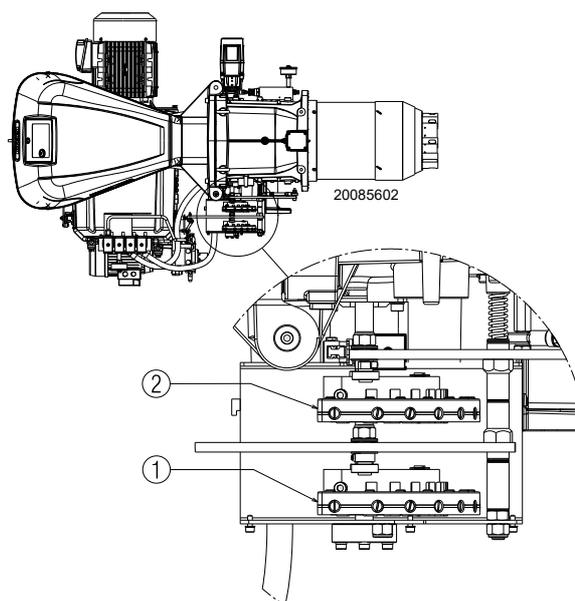
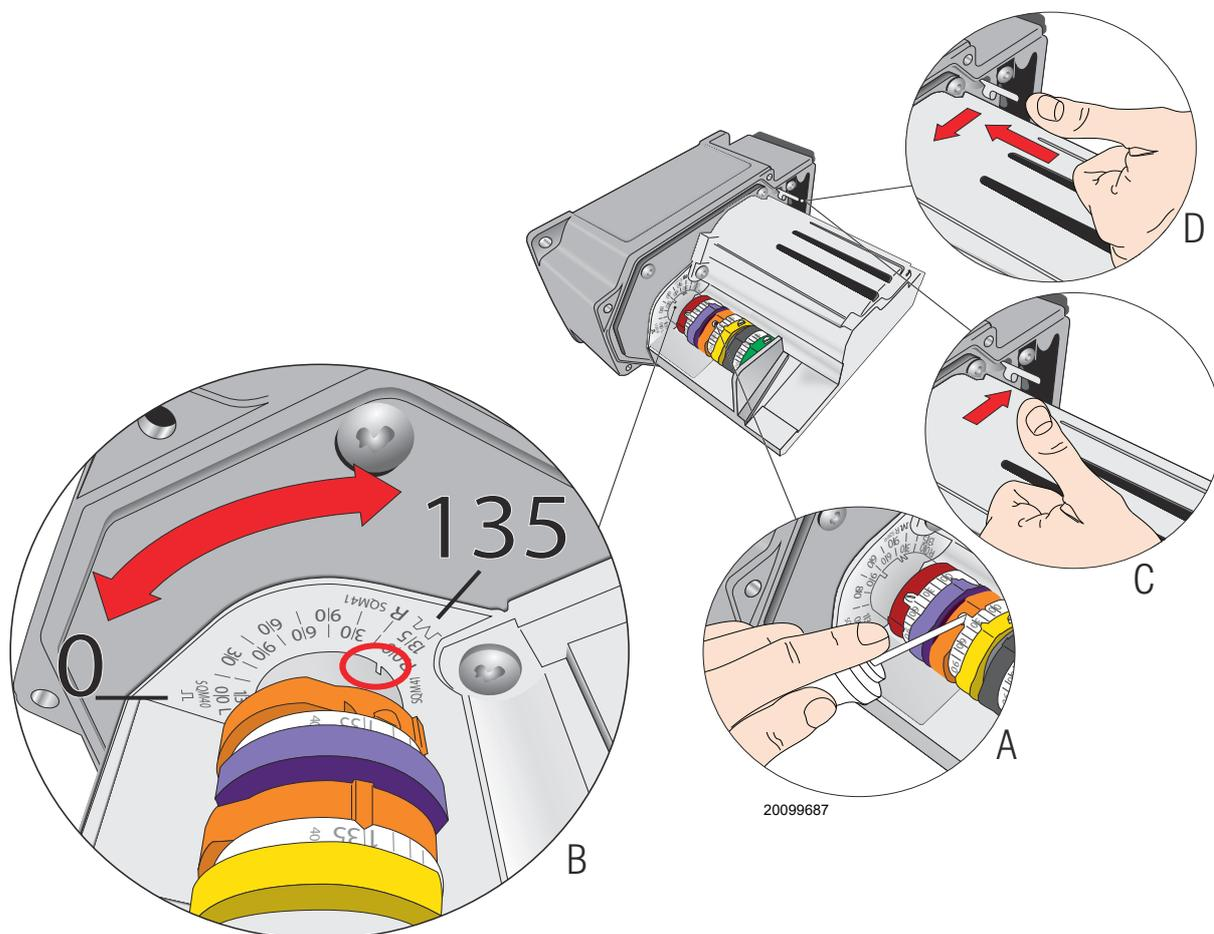

Fig. 35
Fig. 36
La synchronisation combustible/comburant se fait au moyen d'un servomoteur relié à deux cames à profil variable, lesquelles agissent sur les volets d'air 1)(Fig. 35) et du gaz 2)(Fig. 35). Pour réduire les pertes et disposer d'une grande plage de réglage, il est conseillé de régler le servomoteur au maximum de la puissance utilisée, le plus proche possible de l'ouverture maximale (130°). Au niveau du papillon du gaz, la réduction du combustible en fonction de la puissance requise est effectuée à travers la came 2)(Fig. 35).
- Visser ou dévisser la vis 2) de la came mécanique (Fig. 35 à la page 35) choisie pour augmenter ou diminuer le débit de gaz de façon à l'adapter au débit correspondant d'air pour obtenir une combustion optimale.
Légende (Fig. 35)
Pour le réglage de la came du servomoteur, voir Fig. 36 A).
Modifier progressivement le profil initial de la came mécanique 2) Fig. 35 en agissant sur les vis 2) Fig. 35.
Le réglage de l'air est effectué en modifiant l'angle de la came III) du servomoteur (Fig. 30) et au moyen du sélecteur 2)(Fig. 31 à la page 31). Pour le réglage de la came du servomoteur, voir Fig. 36 A).
Pour l'éventuel réglage de la came III, Fig. 30, voir Fig. 36 A) et B).
Éteindre le brûleur en agissant sur l'interrupteur 1)(Fig. 31), position OFF, désolidariser les cames mécaniques I) et II) (Fig. 33) (Fig. 35) pour séparer les engrenages du servomoteur, en appuyant et en déplaçant le bouton 3)(Fig. 36 D) vers le bas et vérifier plusieurs fois en tournant manuellement la came mécanique I)(Fig. 33) en avant et en arrière que le mouvement est souple et sans heurts.
Il est conseillé de fixer à nouveau les cames mécaniques I) et II)(Fig. 33)(Fig. 35) au servomoteur, en remontant le bouton 3)(Fig. 36 C).